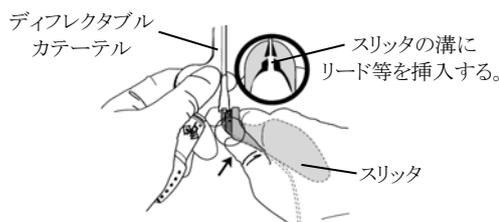

図 3 スリット(6230UNI 型)の保持
- (1) ユニバーサルⅡスリット(6230UNI 型)を用いた方法
- a. ディフレクタブルカテーテルのハブ近くのリード等をスリットの溝に挿入し、保持する(図 3)。